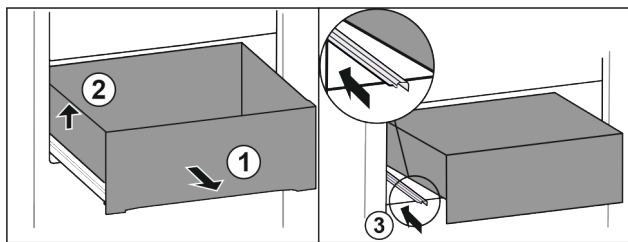

Fig. 74
- ▶ Predal izvlecite do omejevala. Fig. 74 (1)
- ▶ Dvignite predal levo. Fig. 74 (2)
- ▶ Vstavite levo vodilo. Fig. 74 (3)